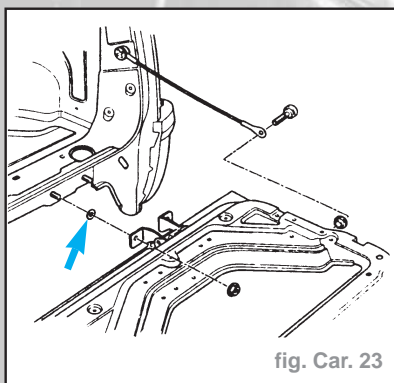

fig. Car. 23
- les bandes d'arrêt du hayon arrière (fig. Car. 23).